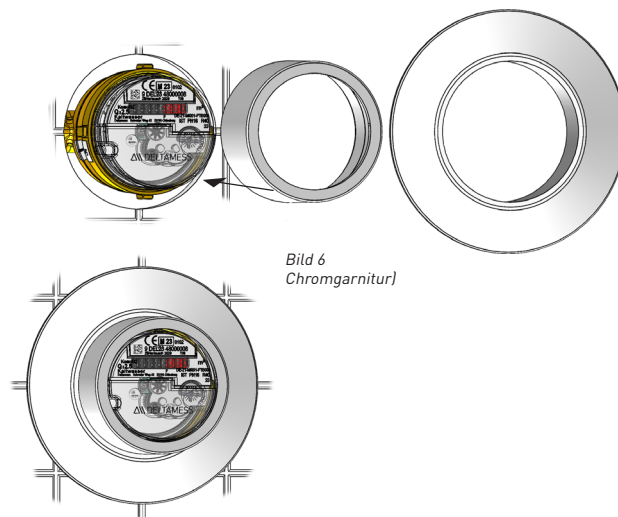

Bild 6
- Zylinder und Rosette auf das Zählwerk aufsetzen (*Bild 6*).